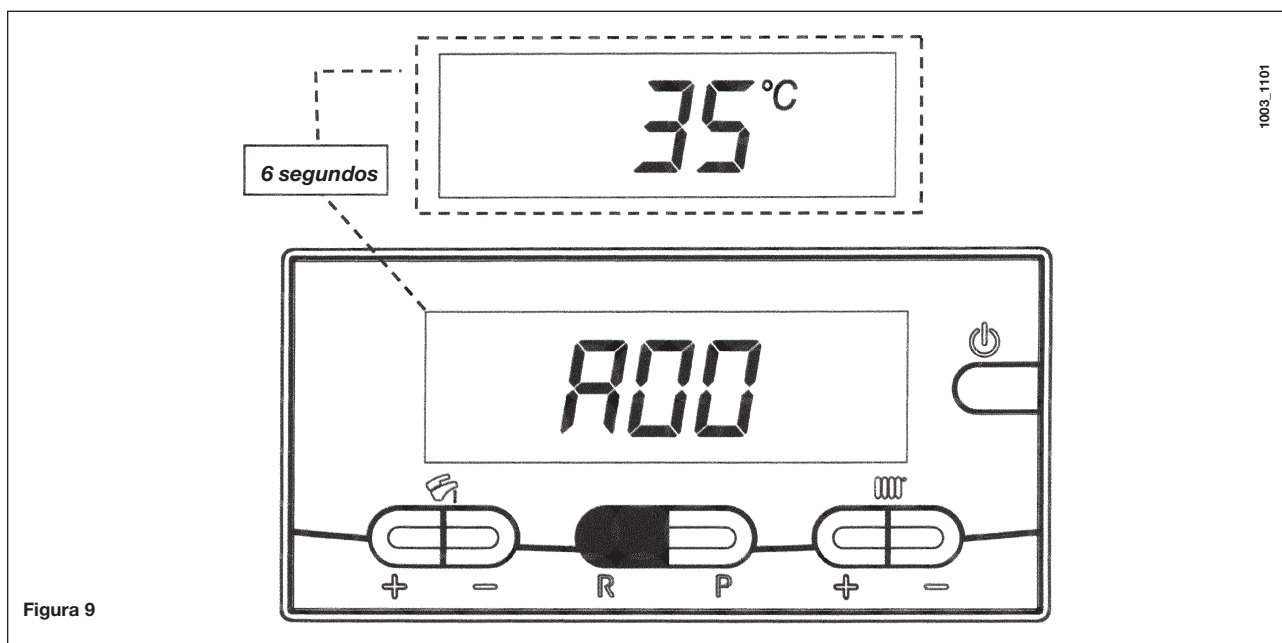

Figura 9
- pulsar la tecla  (figura 9) y situar la caldera en posición invierno (apartado 3.2 del manual de Usuario);
- Mantener pulsada la tecla  $\text{R}$  durante unos 6 segundos. Cuando la función está activada, la pantalla visualiza la indicación "A00" (... "A07") alternada con el valor correspondiente (figura 9);